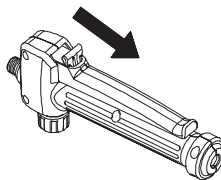

Figura 13
1. Per bloccare, premere la leva verso il basso e tirare il pulsante di blocco all'indietro, quindi rilasciare la leva. Fare riferimento alla Figura 13.